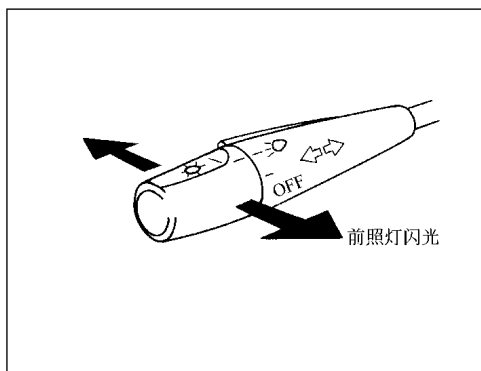

图 1-15 前小灯、前照灯、转向信号灯等控制开关的操作（二）
2) 控制杆开关操作，如图 1-15 所示。向前推开关控制杆，开远光灯，此时仪表板上蓝色指示灯亮；向后拉开关控制杆，为前照灯近光；关掉前照灯开关，继续向后拉开关控制杆，前照灯会一闪一闪地发光，示意超车。